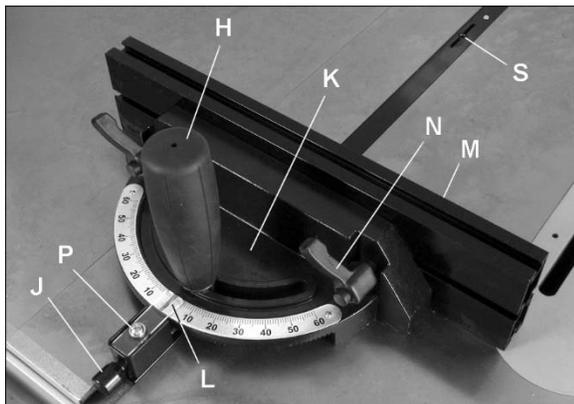

Figure 8-2
Référez-vous aux figures 8-2 et 8-3.
2. Desserrez la poignée de verrouillage (H, Figure 8-2) en tournant dans le sens antihoraire.
3. Tirez sur le bouton à ressort (J) et tournez le bouton jusqu'à ce que le corps (K) de la jauge à onglets soit à l'angle voulu, comme indiqué sur l'échelle.
4. Serrer la poignée de verrouillage (H)
Le guide de la jauge à onglets (M, Figure 8-2) peut être ajusté en le glissant vers la droite ou la gauche, ou enlevé complètement.
poignée de verrouillage (H, Figure 8-2), puis en retirant le bouton à ressort (J) et le corps de tournage (K) jusqu'à ce que 0° soit indiqué sur l'échelle.
**REMARQUE :** La barre de la jauge à onglets comporte deux fentes avec des vis de calage (S, figure 8-2). Ajustez ces vis de calage pour éliminer le jeu entre la barre et la fente des onglets.